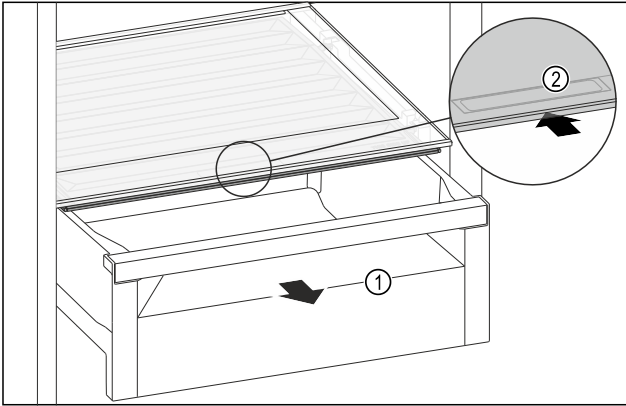

Fig. 138
- ▶ 拉出抽屉 Fig. 138 (1)。
- ▶ 抓住抽屉盖上的内嵌式拉手 Fig. 138 (2)，并同时向后推入抽屉盖。